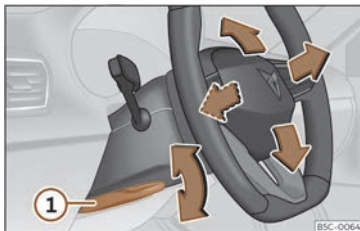

Fig. 66 Levier sur la partie inférieure latérale de la colonne de direction.
- Tirez le levier >>> **fig. 66 ①** vers le bas, déplacez le volant jusqu'à la position souhaitée et relevez le levier en position de verrouillage.
- Après avoir réglé la colonne de direction, poussez fermement le levier >>> **fig. 66 ①** vers le haut pour que le volant ne change pas de position accidentellement en cours de route.